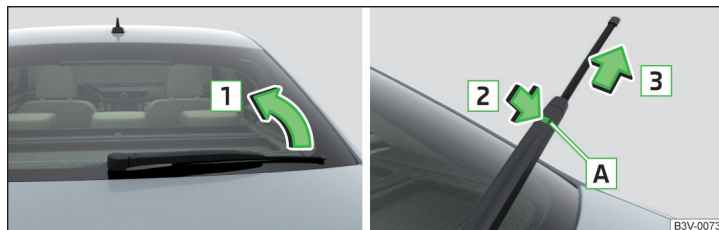

Abb. 265 Scheibenwischerblatt der Heckscheibe
- › Den Scheibenwischerarm von der Scheibe in Pfeilrichtung **1** anheben » Abb. 265.